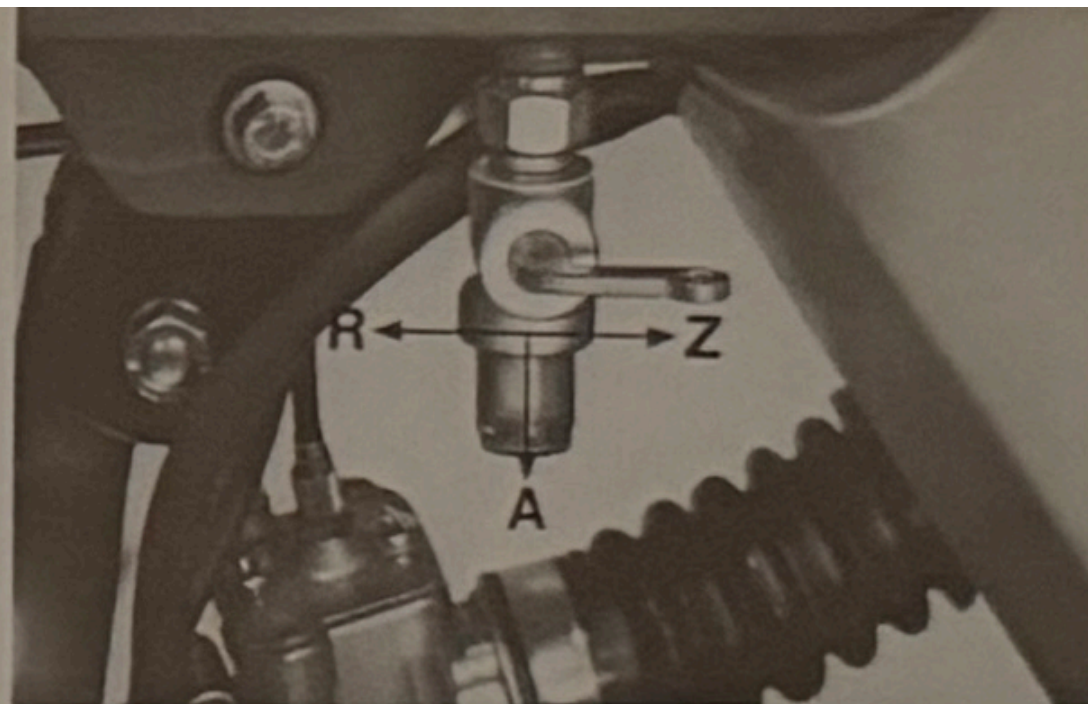

Bild 6
- 13 = Kraftstoffhahn (verdeckt, s. Bild 6)
Kraftstoffhahn (Bild 6)
Vor dem Starten des Motors Kraftstoffhahn öffnen (s. Bild 6) und das Getriebe mittels des Schaltdrehgriffs (1/11) in Leerlaufstellung „0“ bringen; dabei ist es zweckmäßig, das Fahrzeug geringfügig hin- und herzuschieben.
Kraftstoffhahn (Bild 6) schließen (Stellung Z). Zündung durch den Zünd-/Lichtschalter (1/2) abstellen. (Siehe Zündschloß.)